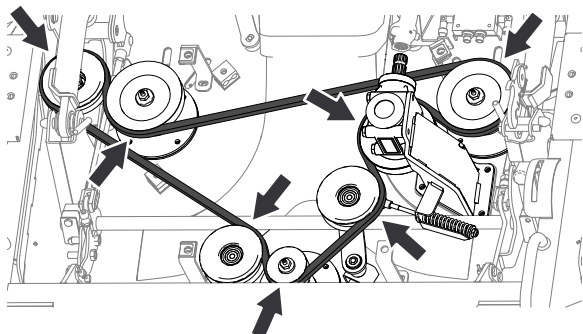

Figura 134
1. Amplasați cureaua nouă în jurul fuliilor în modul indicat în Figura 134.